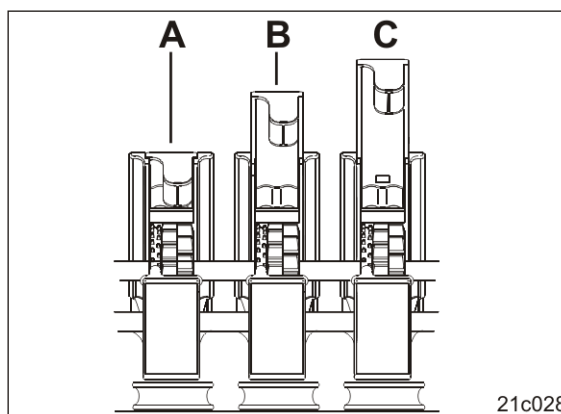

Bild 143
2. Ställ spjällen (Bild 143) på tabellvärdet (se sidan 64).
Spjällen (Bild 143) hakar fast i en av de tre positionerna: